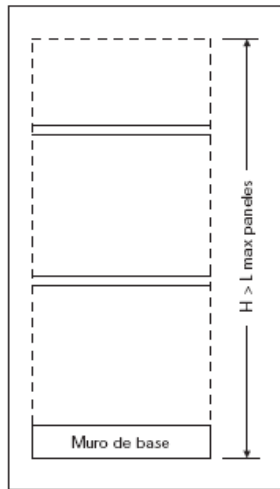

Fig. 5
- 4.3.8** En caso que las fachadas de los edificios tengan una altura superior a la longitud máxima de producción de los paneles (5500mm) Fig. 5, se tiene que proceder por fases. La altura total del edificio será subdividida en un número de fases de los